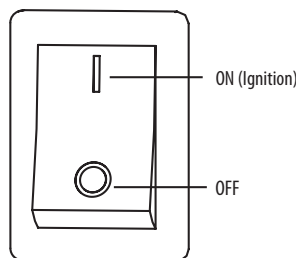

Figura 11
5. Si está equipado con un interruptor de control de parada de emergencia, asegúrese de que el control de parada de emergencia esté en la posición ON, representada por la línea sólida mientras intenta arrancar el motor. Vea la Figura 11.
Para detener el motor en marcha utilizando el control de paro de emergencia, mueva el interruptor a la posición OFF, representada por el círculo. Vea la Figura 11.